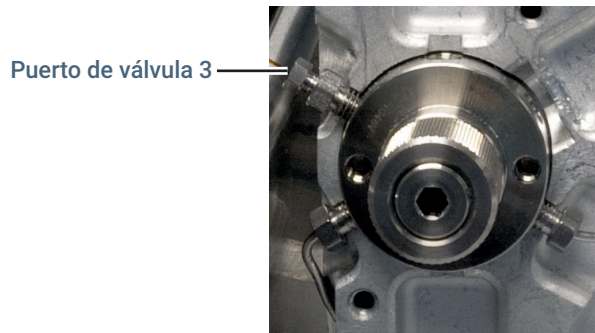

Figura 25. Puerto de válvula 3
- 6 La línea de transferencia se instalará en el puerto de válvula 3 (en la posición de diez en punto), como se muestra en la **Figura 25**.